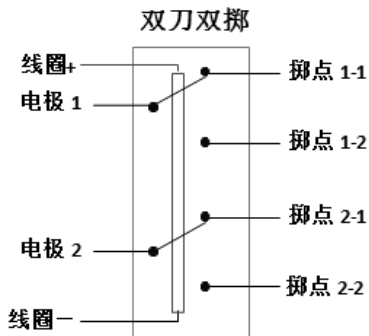

图 2-5 该双刀双掷继电器有两个电极，并且
- 双刀双掷（DPDT）：这种类型的继电器同一时刻使用一个线圈来操作两个独立的单刀双掷开关（如图 2-5 所示）。该继电器总共有八个触点，可以被配置成 H 桥式电路，这将会在第 3 章介绍（用于控制负载的方向）。